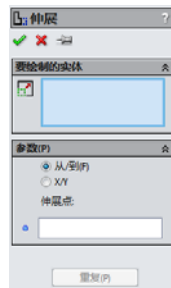

图 2-32 “伸展”属性管理器
(1) 单击控制面板中的“伸展实体”按钮，或选择“工具”→“草图工具”→“伸展实体”命令。
(2) 在出现的“伸展”属性管理器(见图 2-32)中设置以下属性：